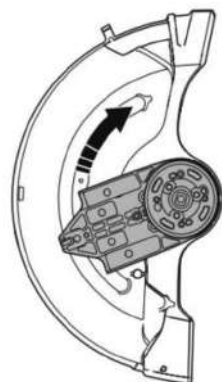

Рис. 13
• Поверните корпус подшипника в противоположном направлении и соберите стопор (рис. 13).